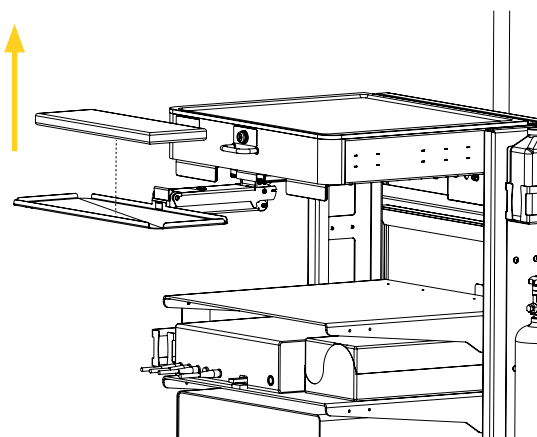

Figure 3: Rétraction du plateau pour clavier
2. Appliquer les freins sur les quatre (4) roulettes pivotantes à double roue avec système de freinage.
4. Tirer le plateau pour clavier horizontalement pour le rétracter, retirer le clavier (Figure 3) et le mettre de côté temporairement.